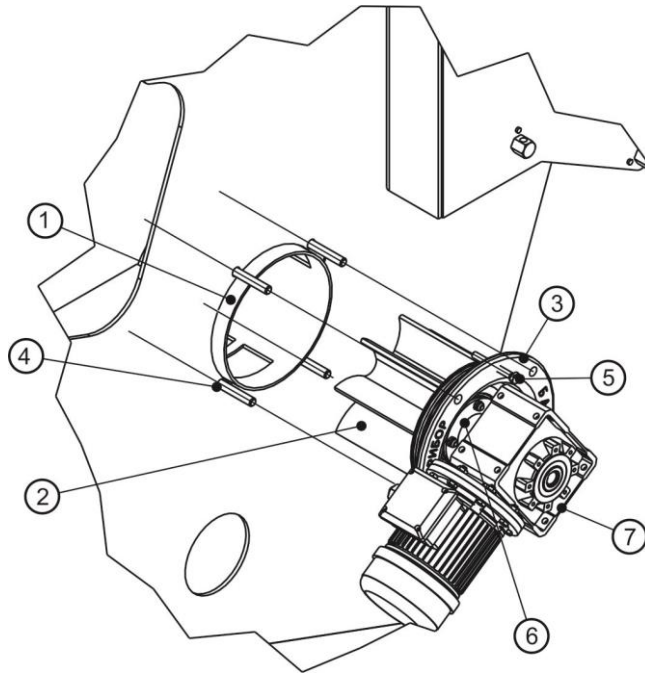

Рис.9 Шлюзовой затвор перегрузки «крупки»
Шлюзовой затвор перегрузки «крупки» (Рис.9) состоит из обечайки (1), вваренной в корпус изделия, эластичного ячейкового ротора (2), крышки (3), резьбовых шпилек (4), регулировочных болтов (5), соединительного узла - «катушка» (6) с уплотнительным диском, мотор-редуктора (7). В верхней части обечайки (1) расположены загрузочные, а в нижней - разгрузочные окна.